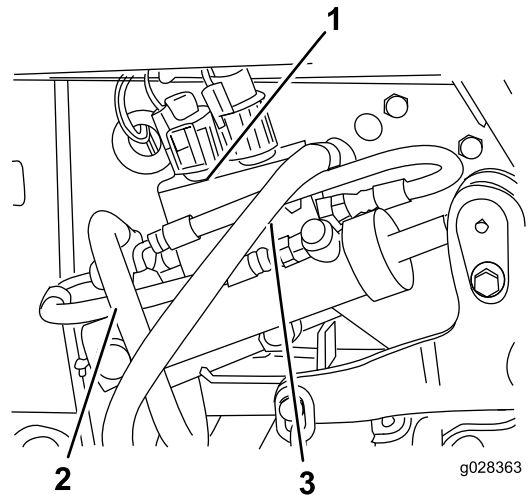

Figura 88
44. Enrute las mangueras de presión hidráulica y las mangueras del depósito hasta la válvula y conéctelas (Figura 88).